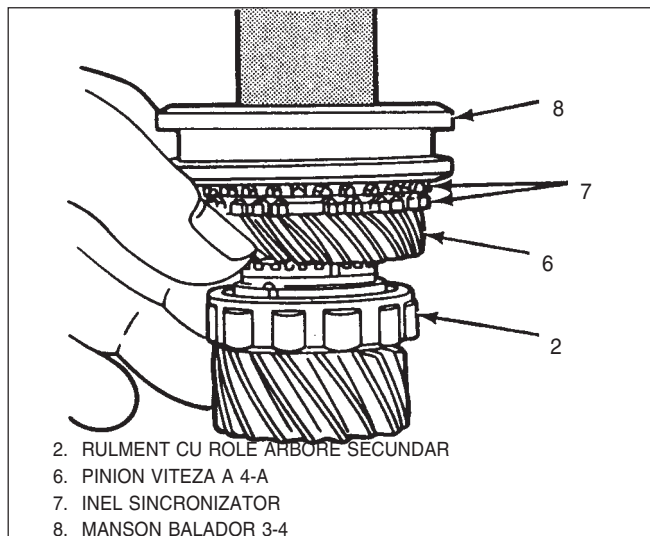
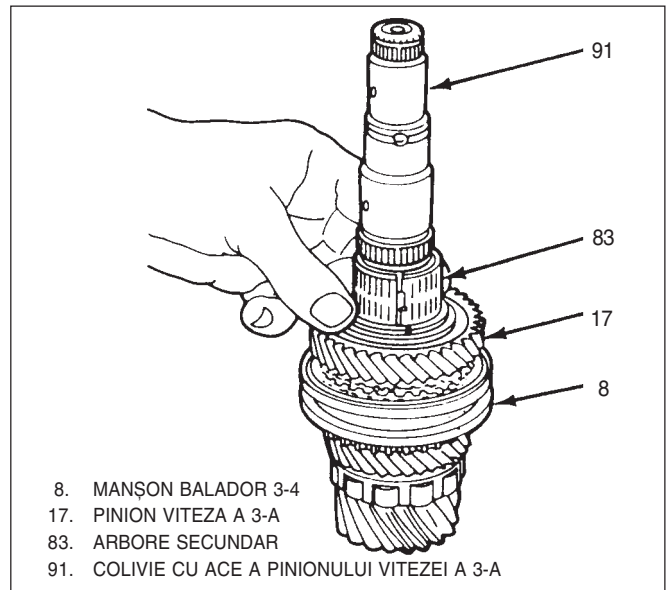

Fig. 36 Montare ansamblu sincronizator 3-4
Fig. 37 Montare colivie cu ace pinion viteza a 3-a
- 6) Ansamblu sincronizator, Fig 36.
- 7) Șaibă(93) și siguranță inelară(26).
- 8) Colivie cu ace pinion viteza a 3-a(91) pe arbore, Fig 37.